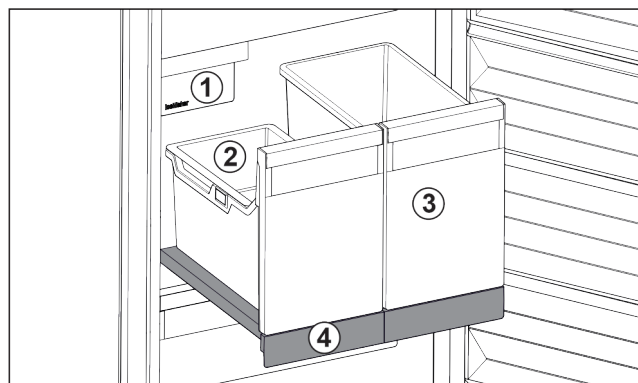

Fig. 40 Vetotaso IceTowerilla
Vetotasossa on kaksi korkeaa säiliötä (IceTower). Säiliö on tarkoitettu Fig. 40 (2) IceMakerin jääpalojen keräämiseen ja säilyttämiseen. Säiliö Fig. 40 (3) soveltuu korkeiden ruokatarvikkeiden säilytykseen, esimerkiksi pizzojen tai alkoholijuomien.